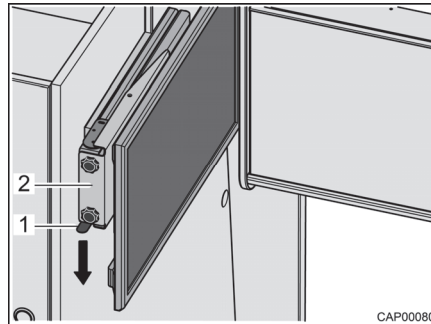

Bild 29 Auszug mit Flachbildschirm
- Rastfeder (Bild 29,1) nach unten drücken und Auszug (Bild 29,2) mit Flachbildschirm waagrecht in Richtung Fahrzeugmitte herausziehen.
- Auszug (Bild 29,2) mit Flachbildschirm waagrecht bis zum Anschlag schieben. Die Rastfeder (Bild 29,1) rastet hörbar ein.